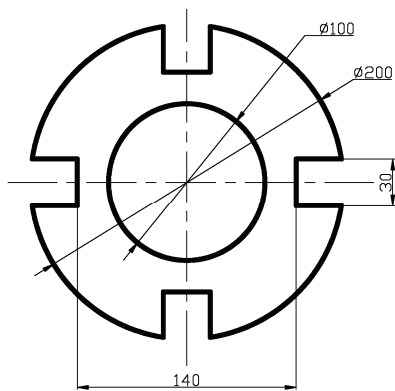

图 T2-1 卡圈
绘制图 T2-1 所示的图形。
(1) 绘制一张新图时，应该首先设置好环境。本例的环境设置应该包括：图纸界限、线型的设置。按照图 T2-1 所示的图形大小，图纸界限设置成 A3 比较合适，即  $420 \times 297$ 。线型应该包括中心线层、粗实线层和尺寸标注层（本例不标注尺寸，可以先不设），也可以通过层来管理图线和线型等。
(2) 绘制图形时首先应该确定基准，本例应以中心线的交点为水平和垂直方向的基准，应该先将中心线绘制出来。
绘制图 T2-1 需要使用两种线型：实线和点划线，默认的初始图形环境中仅有实线一种线型，所以应该装载点划线线型，即 CENTER 线型。
按照图 T2-1 所示, 将左侧缺口处多余的线条剪掉。